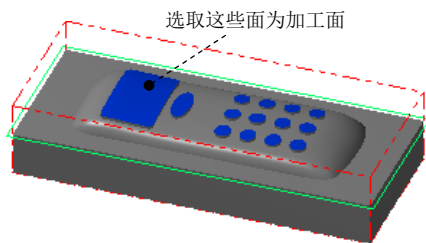
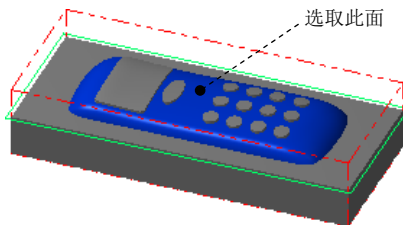

图 24.18 选取加工面
图 24.19 选取干涉面
Step2. 设置加工区域。在图形区中选取图 24.18 所示的曲面，然后按 Enter 键，系统弹出“刀具路径的曲面选取”对话框。单击 **检测** 区域中的 按钮，选取图 24.19 所示的面为干涉面，然后按 Enter 键。单击 按钮，系统弹出“曲面精加工平行铣削”对话框。